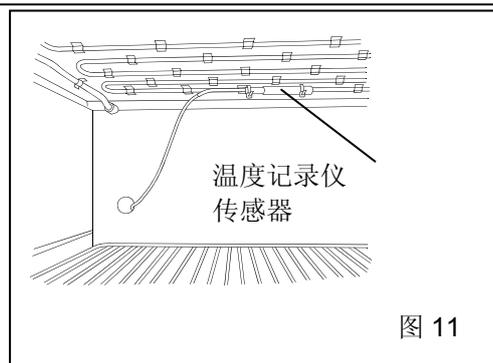

图 11
8. 用附带的盖子盖上温度记录仪传感器后，用附带的 2 个夹子将温度传感器固定到第 3 个搁架下面。参见图 11。